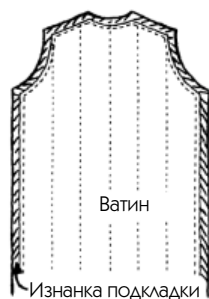

Рис. 215
3. Положите каждую деталь из ватина на изнаночную сторону каждой из соответствующих деталей из подкладочной ткани и проложите вокруг наметку (только не по нижнему срезу) на равном удалении от краев, т. е. за 1–2 см (рис. 215).